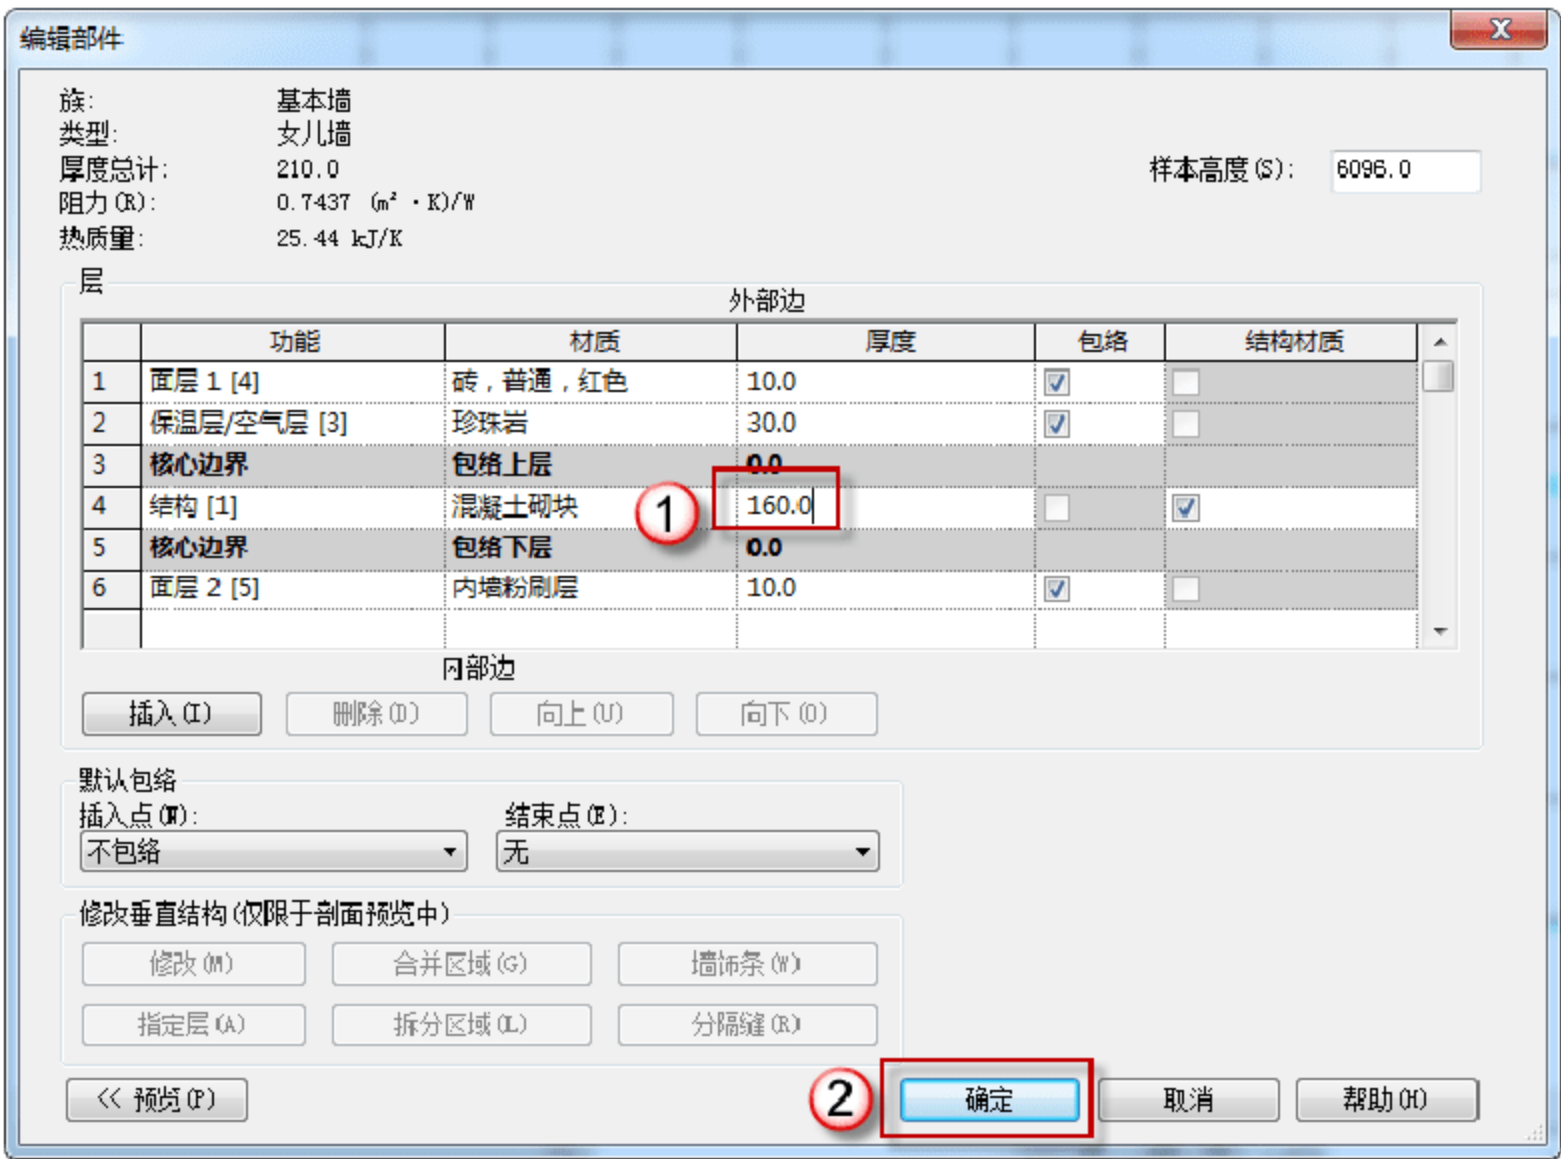

图 12.1.20 设置“女儿墙”材质
(18) 设置“女儿墙”材质。在返回的“类型属性”对话框中，单击“类型参数”下的“编辑”按钮，在弹出的“编辑部件”对话框中，将“混凝土砌块”对应的厚度改为“160mm”，如图 12.1.20 所示。